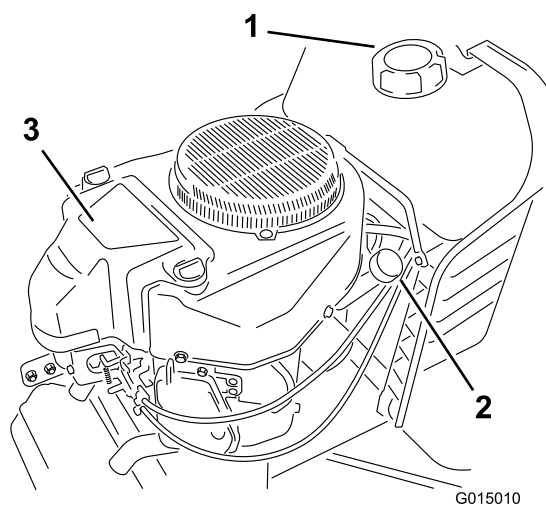

Figure 17
5. Nettoyez la surface autour de la jauge d'huile (Figure 17) pour éviter que des impuretés ne s'introduisent dans le goulot de remplissage, ce qui risquerait d'endommager le moteur.
10. Versez lentement environ 80 % de la quantité d'huile spécifiée dans le trou de remplissage (Figure 17). Vérifiez le niveau d'huile ; voir Contrôle du niveau d'huile.
6. Versez lentement environ 80 % de la quantité d'huile spécifiée dans l'orifice de remplissage (Figure 17). Contrôlez le niveau d'huile voir les opérations 6 et 7 de la rubrique Contrôle du niveau d'huile).